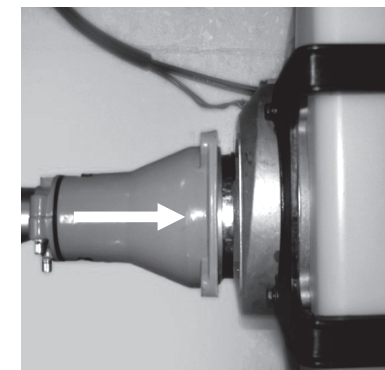

Рис.1
1. Соедините корпус муфты сцепления (на штанге вала) и двигатель, затяните фиксирующие винты гаечным ключом (рис. 1).